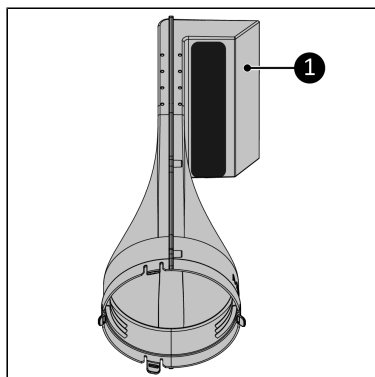

Figure 182.
- Placez le Way-out devant vous. Assurez-vous que l'ouverture ronde soit en face de vous (Figure 182).
- Assurez-vous que la sortie d'air (Figure 182, pos. 1) soit dirigée vers la droite.